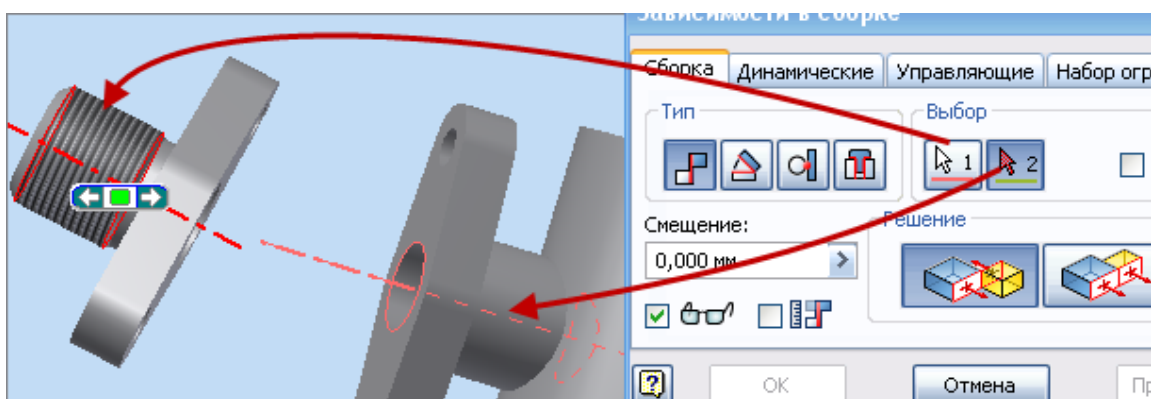

Рис. 3.71. Наложение зависимости соосности фланца и корпуса
- При помощи кнопки  **Повернуть компонент** проверните модель так, как показано на рисунке (рис. 3.71).
- В диалоговом окне **Зависимость в сборке** выберите в поле тип →  **Совмещение** → в поле **Решение** →  (**Совмещение**) (рис. 3.71).